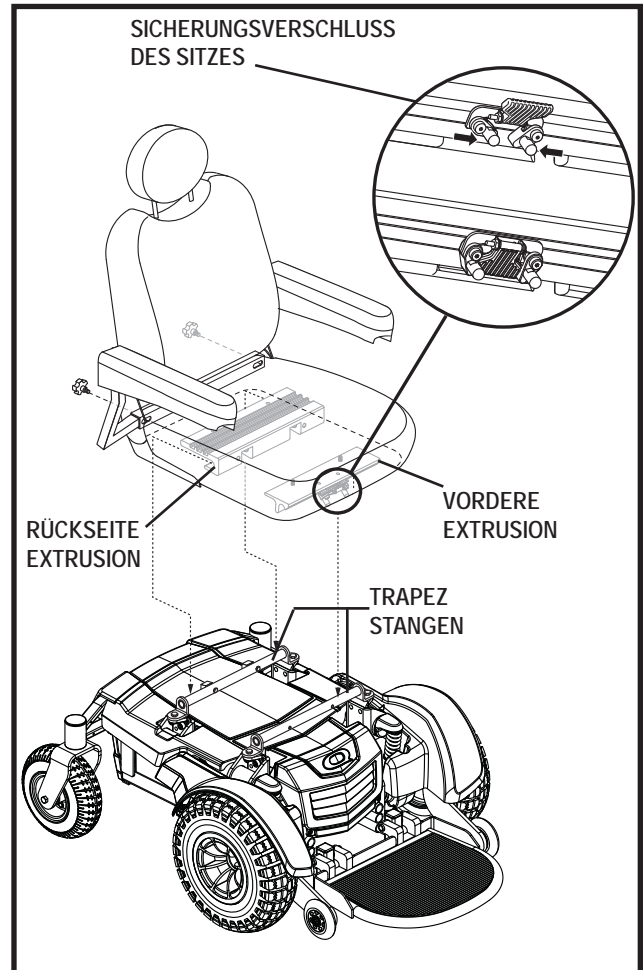

Abb. 7. Universal Montage System und Kontursitz
Es ist unter Umständen nötig, den Sitz entweder vor der Erstbedienung oder nach einem Transport einzubauen. Kontursitze werden durch das Universal Mounting System (UMS) mit dem Netzteil verbunden. Das UMS besteht aus universellen Teilen, die an dem Sitz befestigt werden können, egal wie breit oder tief dieser ist. Die zwei Hauptkomponenten sind Aluminiumextrusionen, die an der Sitzbasis befestigt sind. Diese Extrusionen werden an zwei Trapezstangen montiert, welche an dem Netzteil befestigt sind. **Siehe Abb. 7.**
1. Kippen Sie den Sitz leicht nach hinten und schieben Sie die hintere Extrusion auf die hintere Trapezstange. **Siehe Abb. 7.**
4. Klappen Sie den Sicherungsriegel des Sitzes hoch. **Siehe Abb. 7.**
7. Entfernen Sie die Verbindungen zwischen Trapezstangen und Sitzschnittstelle und stellen Sie die gewünschte Höhe bzw. Neigung ein. **Siehe Abb. 7.**